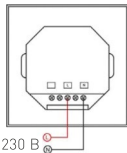

Рис. 2. Подключение панели к сети AC 230 В.
- 3.3. Подключите провода от сети AC 230 В к соответствующим клеммам панели: L - фаза, N - ноль (см. рис. 2).